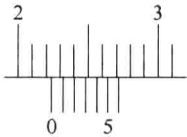

图 1-20 读数举例
3) 读数。夹住工件，从标尺的正面正视标记读取数值。如读数不方便，可旋紧固定螺钉后，将卡尺从工件上取下，再读取数值。如图 1-20 所示，以分度值为 0.02mm 的游标卡尺为例，其读数为 $(22 + 0.2) \text{mm} = 22.2 \text{mm}$ 。